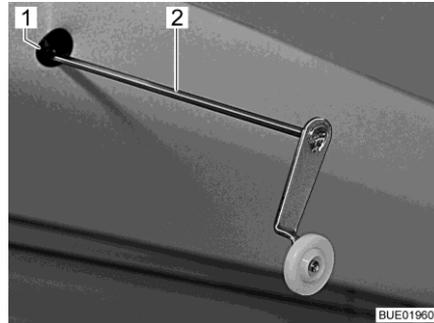

Bild 146 Kurbel für Notbetrieb
- Beiliegende Kurbel (Bild 146,2) oder Innensechskantschlüssel in die Aufnahme (Bild 146,1) am Motor stecken. Die Aufnahme befindet sich im Ausschnitt der Blende oben links am Hubbett.